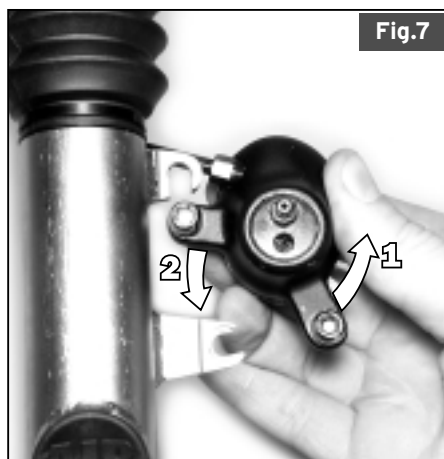

Fig.7
1. À l'aide d'une clef 6 pans 5mm, desserrez (sans les enlever) les deux vis de l'étrier du frein à disque avant. Pivotez le bas de l'étrier dans le sens contraire des aiguilles d'une montre de sorte que la vis basse de l'étrier ressorte de l'attache du frein à disque Lefty. Puis, laissez tomber la vis supérieure de l'attache du frein. Voir Fig. 7. La roue ne peut pas être démontée sans avoir démonté au préalable le frein de la fourche.